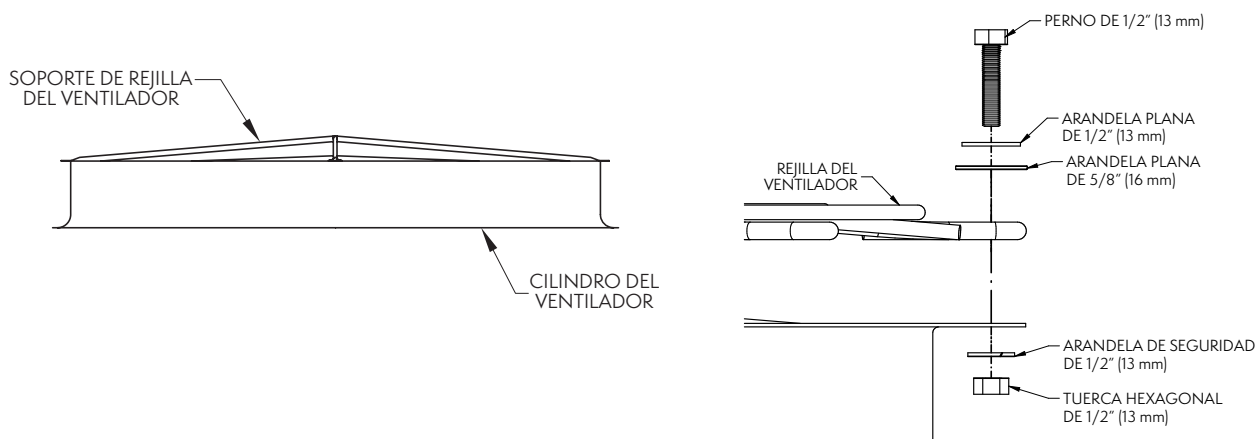

Figura 22 – Instalación del soporte de rejilla del ventilador y la rejilla del ventilador
1. Coloque el soporte de rejilla del ventilador sobre la parte superior del cilindro del ventilador, como se muestra en la **Figura 22**.
4. En cada agujero, coloque la pantalla del ventilador en el cilindro del ventilador, como se muestra en la **Figura 22**. En los cuatro puntos de contacto entre el soporte de la pantalla del ventilador y el cilindro, coloque pernos para unir el cilindro con la rejilla del ventilador.